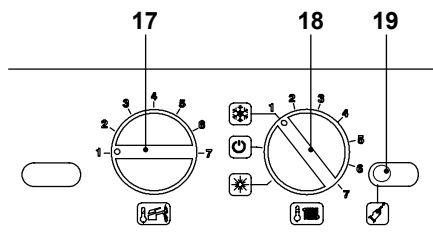
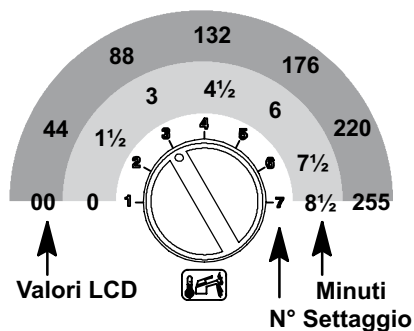

Figura 5.77
Figura 5.81
- Posizionare le manopole 17 e 18 come indicato in Figura 5.77.
- Per settare il tempo di frequenza di riaccensione bisogna entrare in programmazione premendo per 15 secondi il pulsante di ripristino 19, in Figura 5.77 fino alla comparsa del parametro **P01** sul display LCD; sul display LCD compare la seguente visualizzazione (la sequenza **P01** si alterna -- -- --).
- Premere il pulsante di ripristino 19 in Figura 5.77 per lo scorrimento dei vari parametri sino al raggiungimento del parametro **P10** valido per il settaggio della frequenza di riaccensione; sul display LCD compare la seguente visualizzazione (la sequenza **P10** si alterna a **88**).
- Per cambiare il settaggio ruotare la manopola regolazione temperatura sanitari 17 in Figura 5.77 e posizionarla sul tempo prescelto Figura 5.81 (nella figura esempio manopola settata per frequenza di riaccensione di tre minuti).
- Il passo del settaggio della manopola 17 Figura 5.81 corrisponde a un valore letto sul display LCD di circa **44** (90 secondi) e questo valore può essere variato fino a circa **255** (8½ minuti); nell'LCD la sequenza **P10** si alterna con **60**.